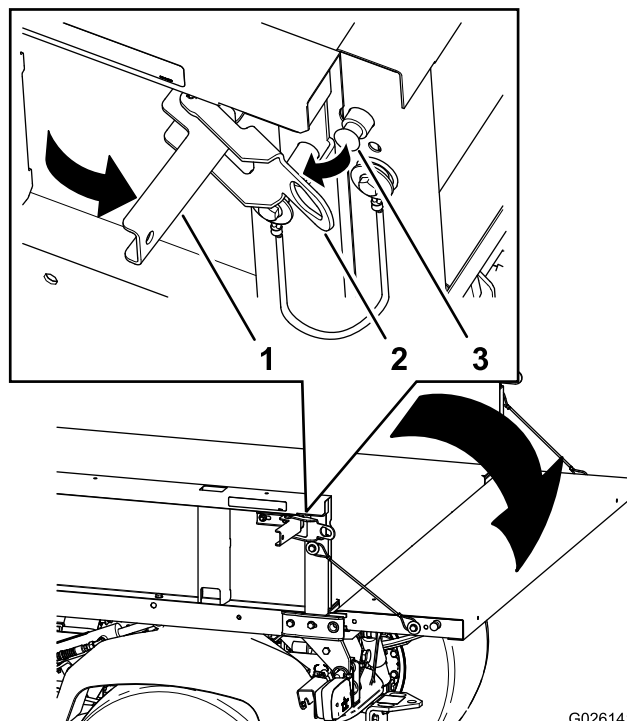

図 19
2. 荷台の左右にあるラッチを解放してテールゲートを下げる 図 19。